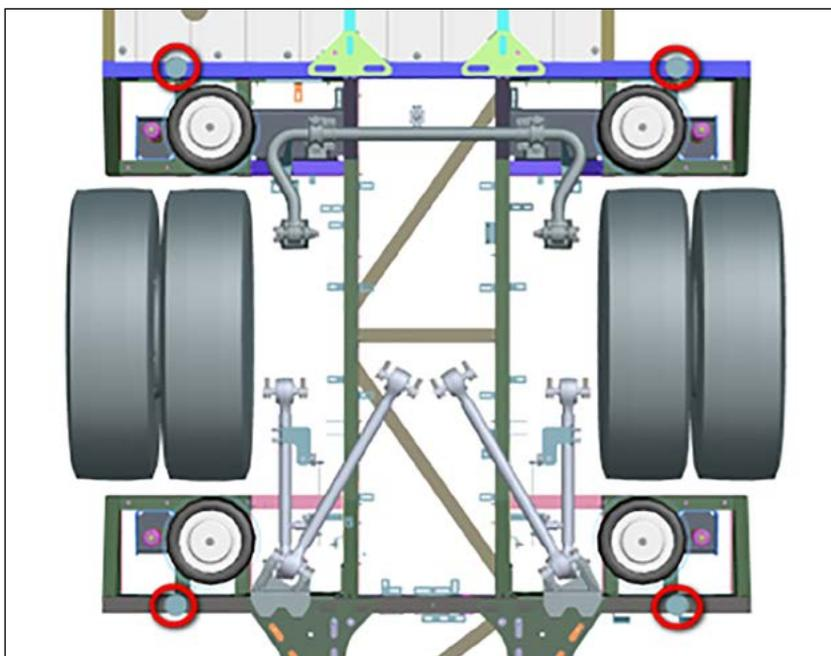

Figura 5-3-2
4. Conforme mostrado na *Figura 5-3-2*, levante o chassi até uma altura apropriada posicionando o macaco nos pontos de apoio nos conjuntos dos eixos central e traseiro.